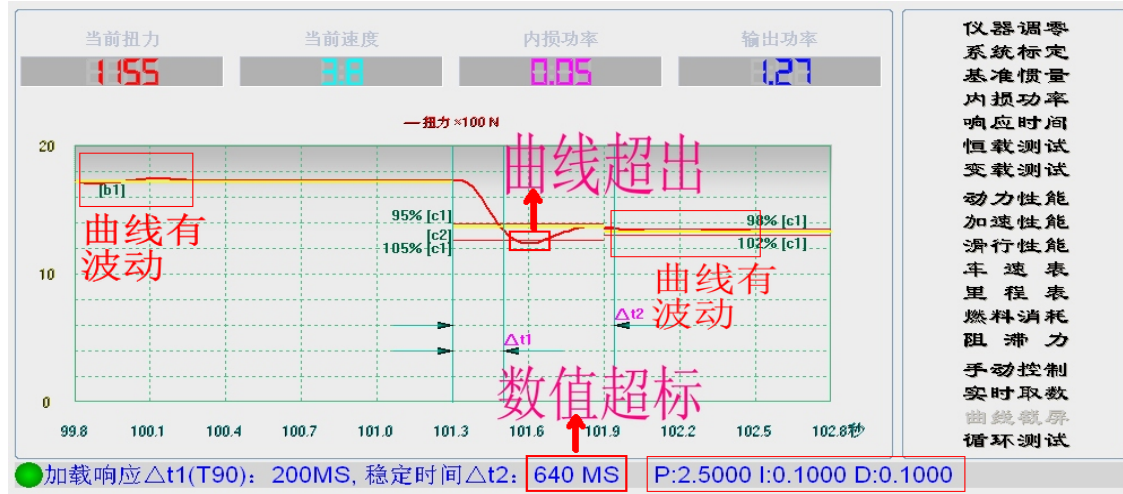

图 4.31
(4)、如果测试结果出现数值超标、曲线超出且存在波动（见图 4.31），需调整 PID 参数，直至测试结果符合要求为止（一般情况下，PID 参数是与设备硬件性质本身有关的参数，对于同一类设备，调整好时无需重新调整，PID 参数调整数值见图 4.29 和 4.30, P1.7, I0.07, D0.05），或检查是否有外界信号干扰。